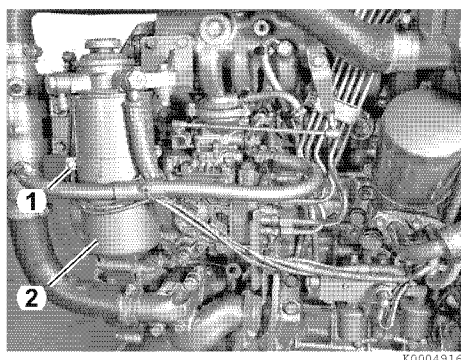

Figura 6
2. Retire los dos tornillos de montaje (1, **Figura 6**) y retire la caja (2, **Figura 6**).